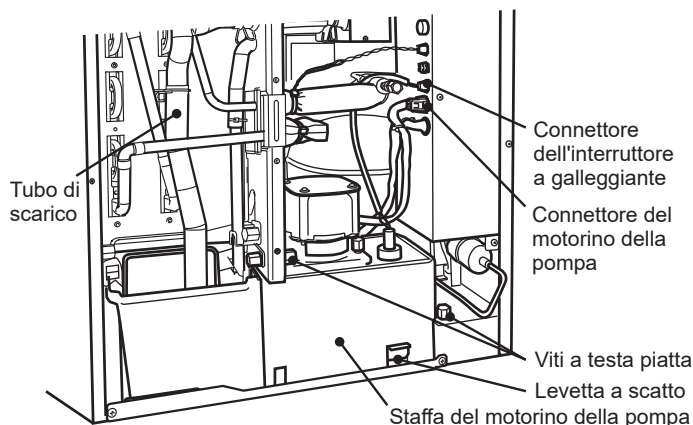

Fig. 3
- Allentare le due viti a testa piatta che fissano la staffa del motorino della pompa. Vedere Fig. 3.
Assicurarsi di far passare il tubo di scarico dietro il tubo in rame e collegarlo saldamente. Vedere Fig. 3. Diversamente, il tubo di scarico potrebbe rimanere impigliato nell'isolamento anteriore, con conseguenti risultati inadeguati.